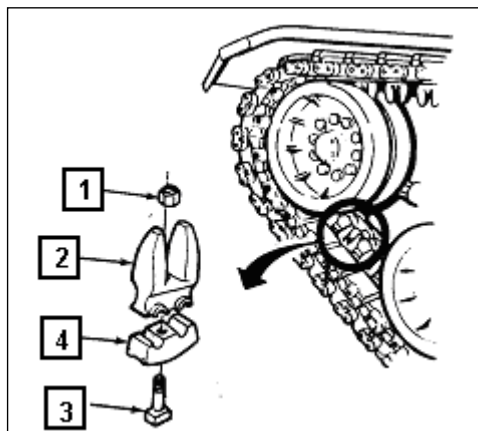

Fig 6-16. Substituição da guia central
a. Remoção (Fig 6-16) - A guia central a ser removido será posicionada entre a polia tensora e a primeira roda de apoio; em seguida, tomar as seguintes providências:
- (1) afrouxar a tensão da lagarta;
- (2) remover a porca (1) da guia central (2) usando extensão do soquete de 1 5/16 polegadas e chave catraca de 3/4 polegada. Se necessário, bater de leve o parafuso da guia central (3) com martelo para afrouxar os pinos do patim. Remover o conjunto da tampa da guia central (4).
b. Instalação (Fig 6-16)
- (1) Instalar a tampa da guia central (4), guia central (2), parafuso da guia central (3) e porca (4).
- (2) Apertar a porca (1) usando uma extensão de soquete 1 5/16 e chave catraca 3/4.
- (3) Informar à equipe de manutenção para que aplique o torque correto na guia central.